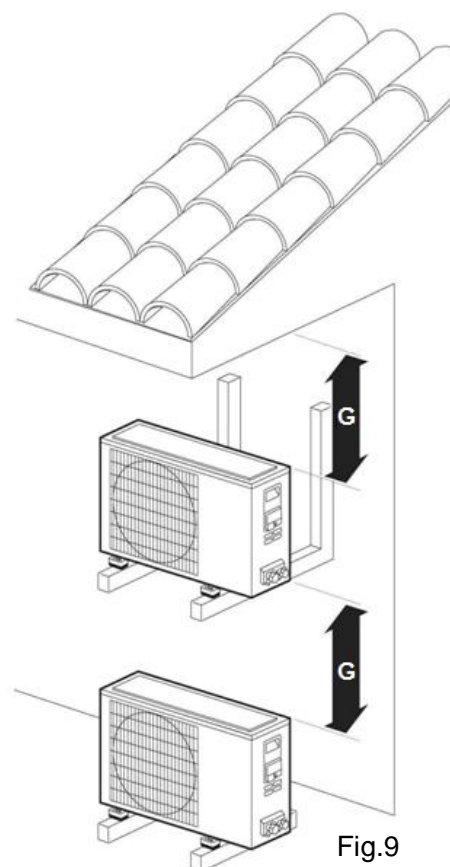

Fig.9
- En cas d'installation sous un toit ou dans une position de ce type voir fig. 9 page 71.